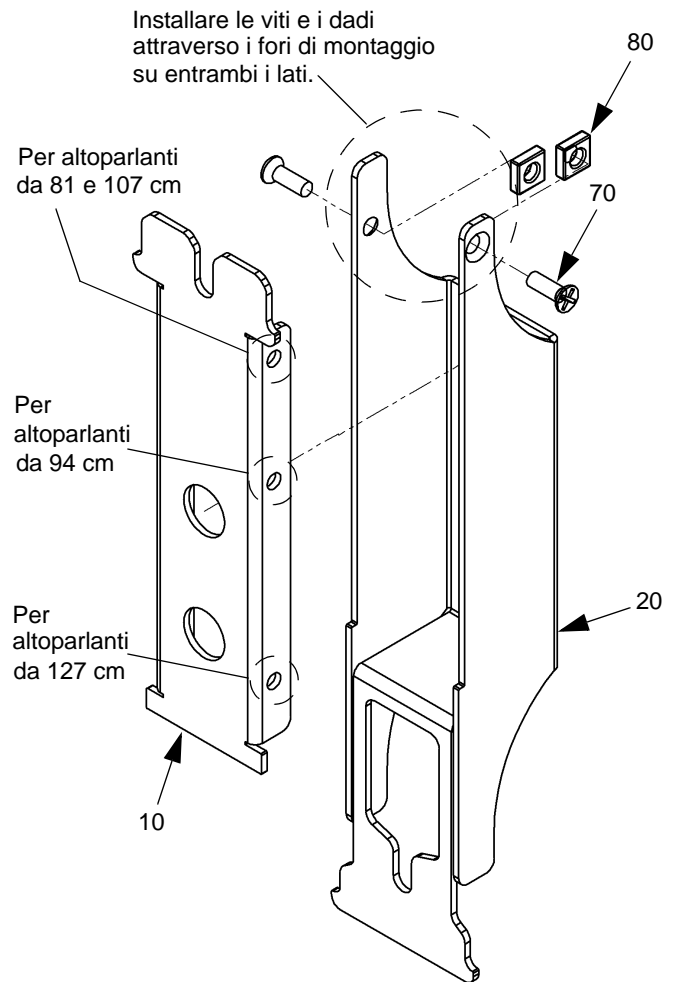

Figura 6. Assemblare le staffe per altoparlante
2. Individuare le due staffe di regolazione altoparlante (10), due staffe per altoparlante (20), quattro viti a stella (70) e quattro dadi quadrati (80). Vedere la figura 6.
3. In funzione della dimensione dell'altoparlante, individuare la coppia di fori di montaggio sulla staffa di regolazione (10).
4. Inserire la staffa di regolazione (10) nella staffa per altoparlante (20) e allineare i fori di montaggio.
5. Installare le due viti a stella (70) e i due dadi quadrati (80) per assemblare le staffe (10 e 20) come illustrato nella figura 6.
6. Ripetere i passaggi 4 e 5 per assemblare la seconda staffa per altoparlante (20).